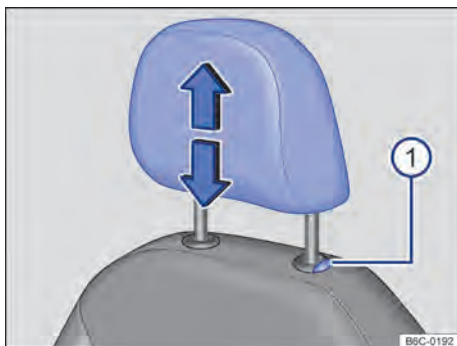

Fig. 71 Apoio para cabeça dianteiro: desinstalar.
- Retirar o apoio para cabeça com o botão → Fig. 71 ① pressionado.
- Empurrar o apoio para cabeça totalmente para baixo com o botão → Fig. 71 ① pressionado.